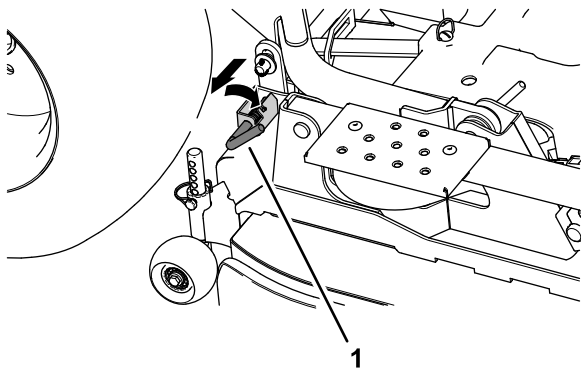

Bild 113
3. Ziehen Sie an den hinteren Steckstifte und drehen sie an beiden Seiten des Mähwerks, bevor Sie das Mähwerk absenken (Bild 113).
13. Drehen Sie die hinteren Steckstifte, um die hinteren Hublenker des Mähwerks zu aktivieren, siehe Bild 113 in Entfernen des Mähwerks \(Seite 82\).